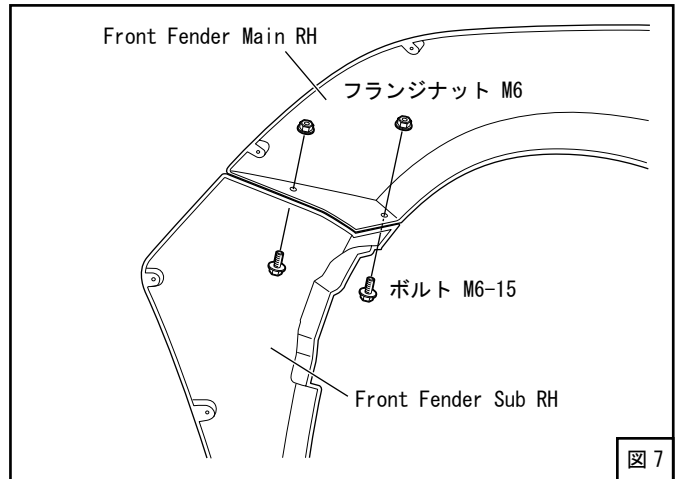

図 7
(5) サービスホールカバーを閉め、プラグを元に戻してください。
(6) [Front Fender Main RH] と [Front Fender Sub RH] の表面、ラインを合わせ、ボルト M6-15 とフランジナット M6 を使用して固定してください。(図 7)